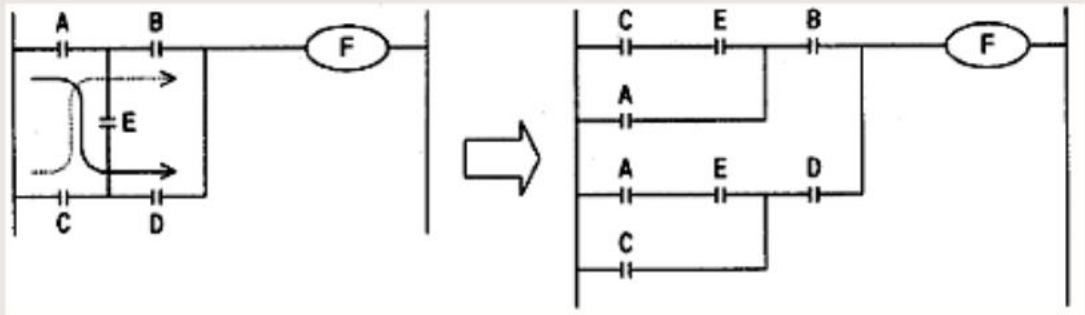

图 5.1.1
2. 触点应画在水平线上，不能画在垂直分支线上。如图5.1.1所示，像图中触点E被画在垂直线上，便很难正确识别它与其他触点的关系，也难于判断通过触点E对输出线圈的控制方向。因此，应根据自左至右、自上而下的原则和对输出线圈Y的几种可能控制路径画成右图所示的形式。